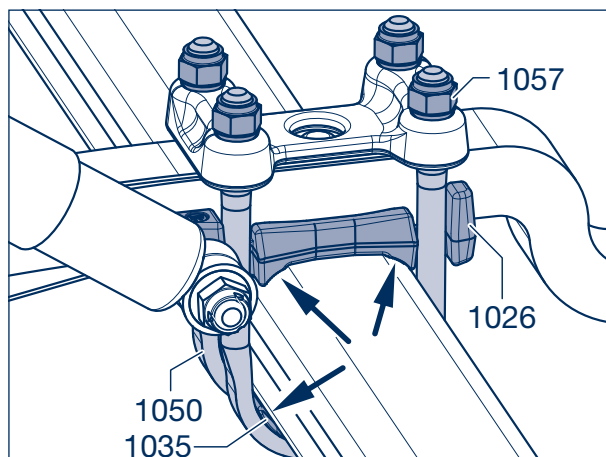

Figure 17
- ! [27] Serrer légèrement les écrous de sûreté (1057, taille de clé 32), - pour chaque brides (1050), jusqu'à ce que tous les composants soient en contact de manière homogène. Les patins de fixation (1026) et les segments (1035) ne sont posés que sur les angles du corps d'essieu en cas de corps d'essieu carrés (figure 17, flèches).